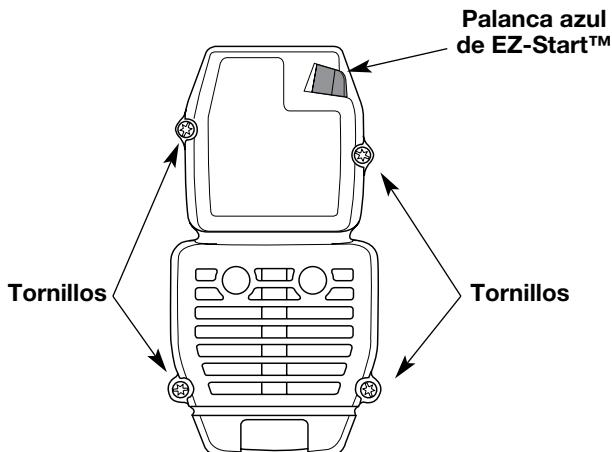

Fig. 36
- Saque los cuatro (4) tornillos que sostienen la cubierta del silenciador / filtro de aire (Fig. 36). Use un destornillador de vástago plano o de broca Torx N° T20.
- Inserte los cuatro (4) tornillos en los orificios de la cubierta del silenciador / filtro de aire (Fig. 36) y ajústelos. No los ajuste demasiado.